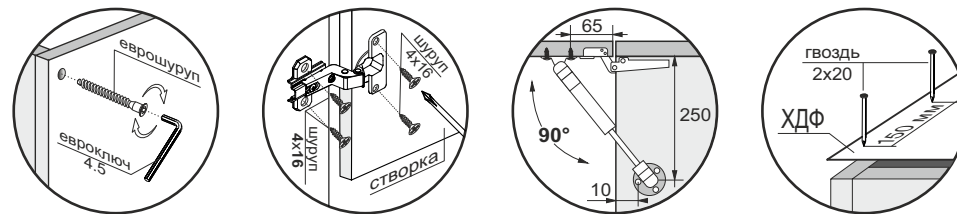

Рис.1
1. Соединить боковины (1) и стяжки (2) еврошурупами (рис.1).
2. Перевернуть изделие лицевой частью вниз и замерить диагонали секции (они должны быть равны: +/- 2 мм). Прибить гвоздями 2x20 заднюю стенку из ХДФ (3) (рис.1).
3. Приложить навесы к боковинам (1) не ближе 3 мм от верхней стяжки (2). Через отверстие Ø15 мм нанести отметки на ХДФ (3) и просверлить отверстия в местах крепления к стене. Затем прикрутить навесы к боковинам (1) шурупами 4x16 П/Ш (рис.1,3).
6. Навесить створку (4), используя петли и шурупы 4x16 (рис.1). При необходимости отрегулировать петли. **Монтировать и регулировать створки после окончательной сборки всех коробов кухни!**
7. Установить газ-лифты на боковины (1) и створку (4) с помощью шурупов 4x16 (рис.1).
8. В створке (4) досверлить отверстия Ø5, плотно прижав лицевую часть створки к твердой поверхности, и прикрутить ручку соответствующими по длине шурупами/винтами (рис.1).